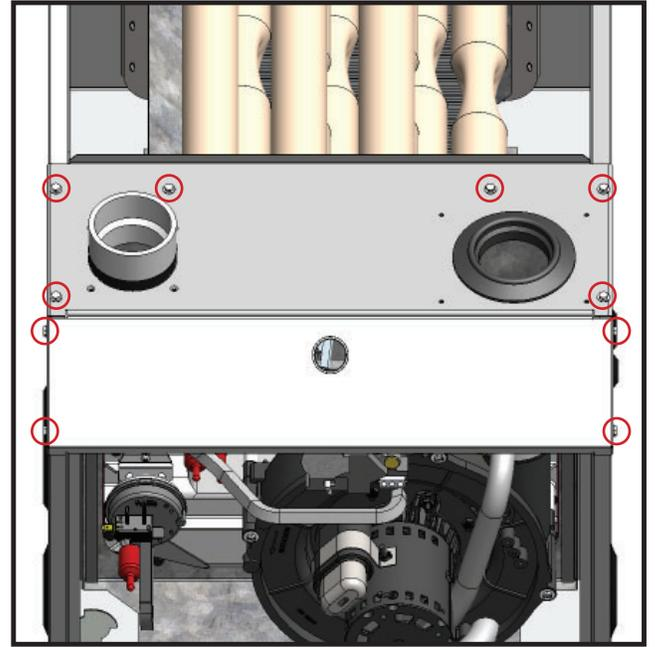

Fig. 4: Vis de fixation du panneau supérieur et du panneau angulaire
9. Retirez les quatre vis qui retiennent le panneau angulaire à la fournaise, puis retirez les six vis qui retiennent le panneau supérieur à la fournaise (**Fig. 4**).